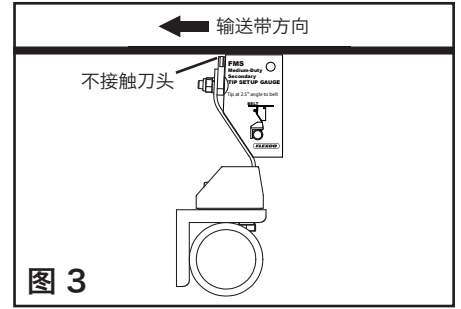

图 3
- 3. 设置刮刀角度。** 将固定杆/刮刀置于输送带中部。旋转固定杆，直至刀头与所提供的 FMS 刀头设置量规对齐 (图 3)。拧紧各固定杆基座上的固定杆夹具螺栓，将固定杆锁定。使用内六角扳手锁紧止动螺丝。将固定杆锁定到正确位置时，刮刀不能接触输送带。如果发生接触，请从步骤 1 开始重新检查尺寸。